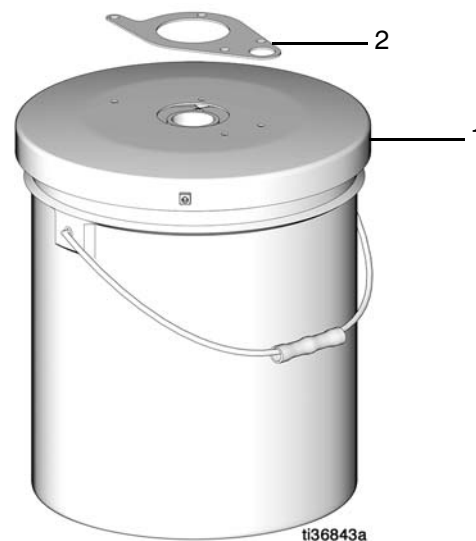

FIG. 7
7. Ponga la junta (2) en el centro de la cubierta de bidón (1) y alinee los agujeros (FIG. 7).